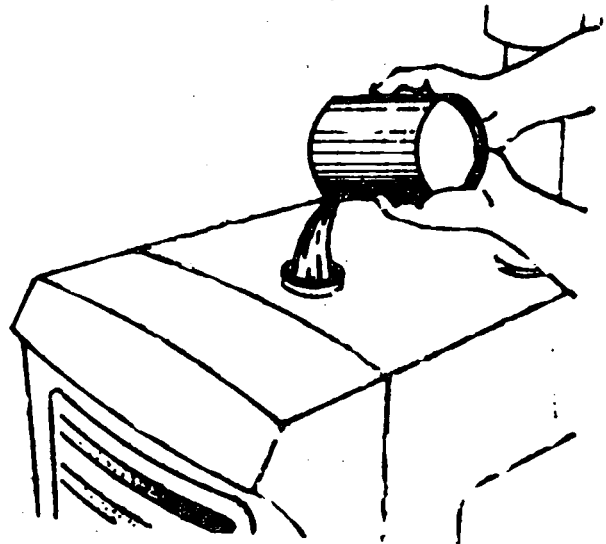

Fig. 1
- c) Top up if necessary (Fig. 1).